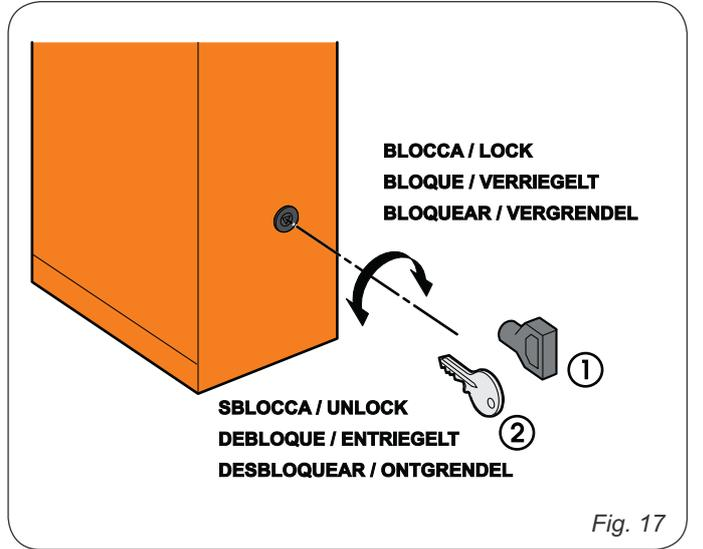

Fig. 17
A chave de desbloqueio fornecida com o equipamento pode ser triangular (Fig.17 ref.) ou personalizada (Fig.17 ref. opcional).
- rodar a chave no sentido horário até parar e extraí-la (fig. 17 ref.).
- rodar a chave no sentido horário até o ponto que torna possível a sua extração. (fig. 17 ref.).